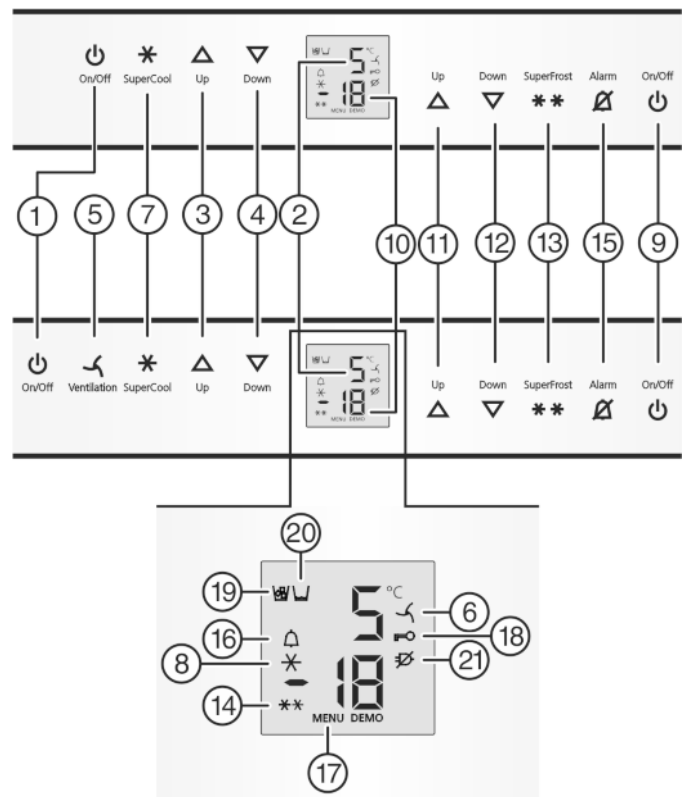

Fig. 2
- ▶ Nyomja meg a fagyasztórész főkapcsoló gombját *Fig. 2 (9)*.
- ▶ Nyomja meg a hűtőrész főkapcsoló gombját *Fig. 2 (1)*.
- ▷ Be van kapcsolva a hűtőrész: Világít a hűtőrész hőmérsékletjelzője *Fig. 2 (2)*. A hűtőrész ajtajának kinyitásakor a belső világítás világítani kezd.
- ▶ Beállítási mód aktiválása: Nyomja meg a SuperFrost gombot *Fig. 2 (13)* kb. 5 mp-re.
▷ Kigyullad a Menü ikon *Fig. 2 (17)*.
- ▶ A jóváhagyáshoz nyomja meg röviden a SuperFrost gombot *Fig. 2 (13)*.
- ▶ A gyermekbiztosíték bekapcsolásához nyomja meg röviden a SuperFrost gombot *Fig. 2 (13)*.
▷ A gyermekbiztosíték ikonja *Fig. 2 (18)* világít. A kijelzőn **c** villog.
- ▶ A gyermekbiztosíték kikapcsolásához nyomja meg röviden a SuperFrost gombot *Fig. 2 (13)*.
▷ A gyermekbiztosíték ikon *Fig. 2 (18)* kialszik. A kijelzőn **c** villog.
- ▶ Beállítási mód kikapcsolása: Nyomja meg a fagyasztórész főkapcsoló gombját *Fig. 2 (9)*.
- ▶ Nyomja meg a riasztás gombot *Fig. 2 (15)*.
Egyidejűleg villog a hőmérsékletkijelző és a riasztás ikon *Fig. 2 (16)*.
A figyelmeztető hangjelzés automatikusan elnémul, a riasztás ikon *Fig. 2 (16)* eltűnik és a hőmérsékletkijelző is abbahagyja a villogást, mikor a hőmérséklet újra eléggé alacsony.
▶ Nyomja meg a riasztás gombot *Fig. 2 (15)*.